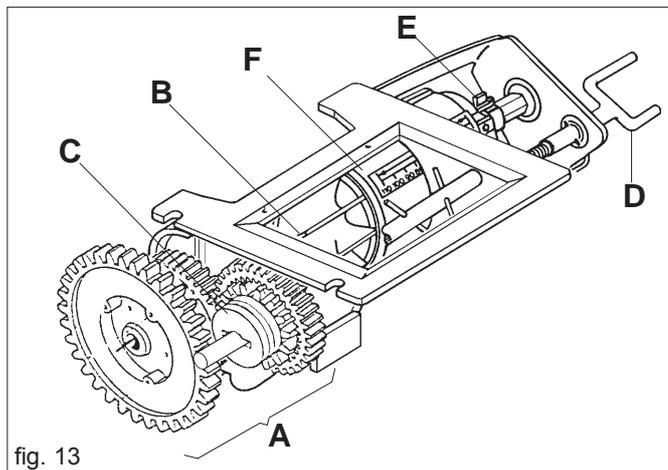
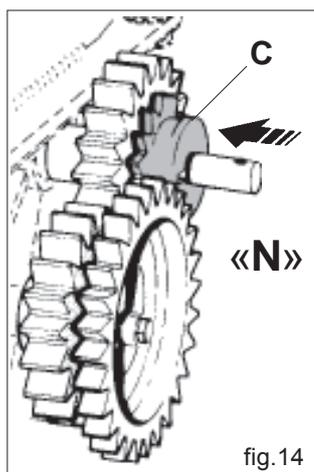
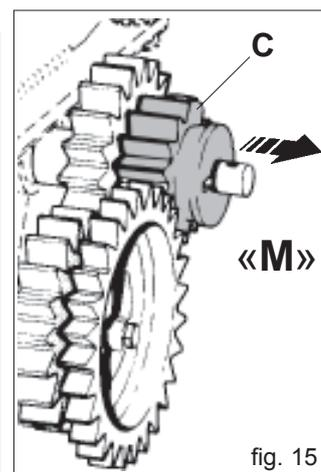
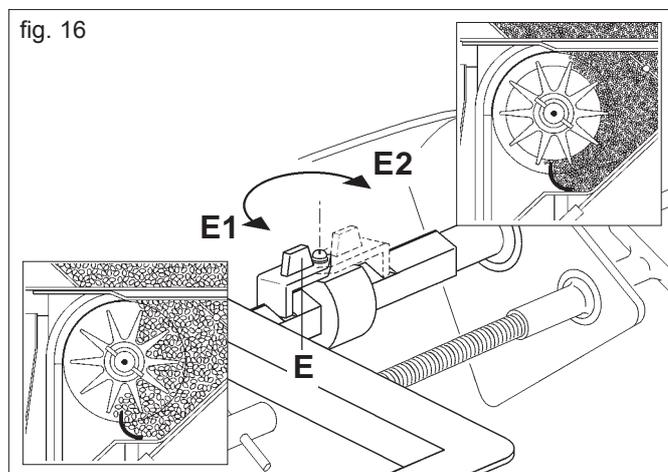

fig. 13
fig. 14
fig. 15
fig. 16
Le doseur (cf. Fig. 13), l'organe principal pour le fonctionnement de l'élément semeur, est placé sous le réservoir des semences. Il reçoit le mouvement de la roue de transmission par le biais d'engrenages (avec rapport proportionnel à la largeur du travail) et par des chaînes. Le doseur est composé d'une boîte à vitesses (cf. A Fig. 13) qui permet deux rapports de transmission au rouleau de distribution (B) en variant la position de la roue dentée rouge (C Fig. 13, 14, 15). En position «N» (Fig. 14), le rapport est de 1:1 donné par le couple de roues dentées Z19; si l'on déplace la roue (C) en «M» (Fig. 15), le rouleau distributeur réduira de la moitié le nombre de ses tours puisque la transmission est composée par la roue motrice rouge Z14 et par la roue conduite Z28. Au cours d'un essai de dosage, ainsi que cela a été décrit au chapitre 3.4.2, on remarquera que la quantité de produit distribuée sera réduite de la moitié vis à vis d'un essai ayant un rapport 1:1 (cf. Tableau 3-4). La position «M» de la roue dentée (C) est nécessaire pour la distribution de petites semences en petites quantités. La tige à vis (D) permet de régler l'ouverture de la vanne selon la valeur de l'échelle graduée obtenue à partir du tableau et de l'essai de distribution (cf. chapitre 3.4.2). L'élément de référence pour définir l'ouverture de la vanne est le point A (Fig. 19)..
Le ressort de blocage (cf. E Fig. 13, 16) permet de modifier l'ouverture de la vanne et, en même temps, le débit du rouleau doseur. La position «E1» (Fig. 16) permet l'ouverture de la vanne sur l'échelle graduée de 0 à 110 avec le maximum de la capacité de distribution du rouleau doseur; tandis que la position «E2» permet une ouverture de la vanne de 0 à 25 et une réduction du débit du rouleau. Il est important de fermer complètement la vanne (au 0 de l'échelle graduée) pour inverser la position du ressort de blocage (E).
La quantité de semences devant être distribuée par hectare est réglée par l'appareil de dosage (Fig. 13) en déplaçant la vanne (F) moyennant la tige à vis (D). Les positions de l'échelle de dosage (par rapport à la référence A Fig. 19) correspondent aux valeurs du tableau (tableau 3 et 4, pag. 88) de réglage de la colonne de gauche.